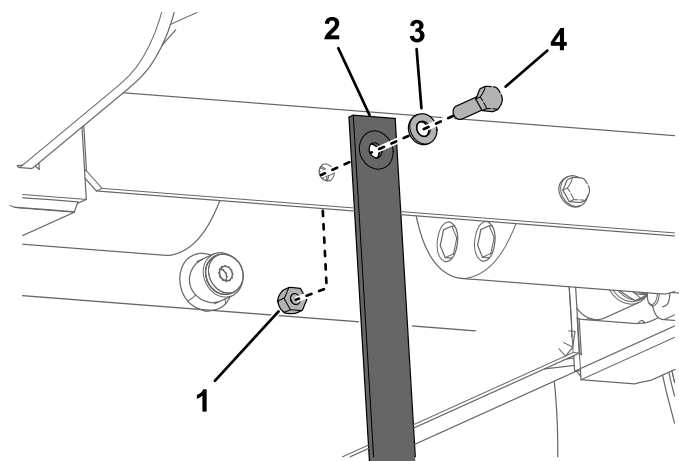

Figura 32
3. Sub platformă, înlocuiți cureaua statică, în modul prezentat în Figura 32.